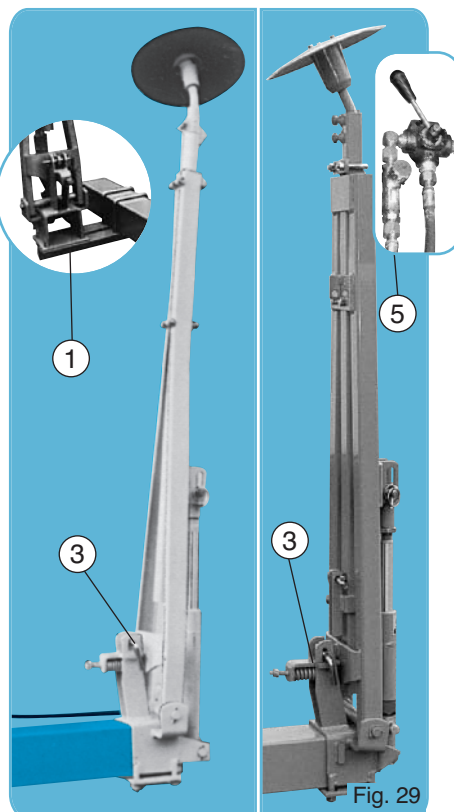

Fig. 29
Fig. 29. Rayonneur hydraulique standard pour châssis de 4,50 m et 6,10 m. Normalement ces rayonneurs se fixent en bout de barre porte-outils mais ils peuvent sur demande être livrés avec support spécial ① les positionnant en avant de la barre porte-outils pour un repérage rapproché (dans le cas d'inter-rangs réduits par exemple).
Fig. 29. Standard hydraulic row markers for frames of 4,5 m (14'9") and 6 m (20'). Normally these row markers are mounted at the end of the toolbar, but on special request they can be supplied with a special mounting bracket ① that positions the row marker in front of the toolbar (for example in the case of narrow rows).
Рис. 29. Стандартные гидравлические рядные маркеры для рам 4,5 м и 6 м. Обычно данные рядные маркеры устанавливаются на концах несущей балки, но по особому запросу их поставляют со специальным монтажным креплением ①, что позволяет установить рядный маркер перед несущей балкой (например, в случае узких рядов).